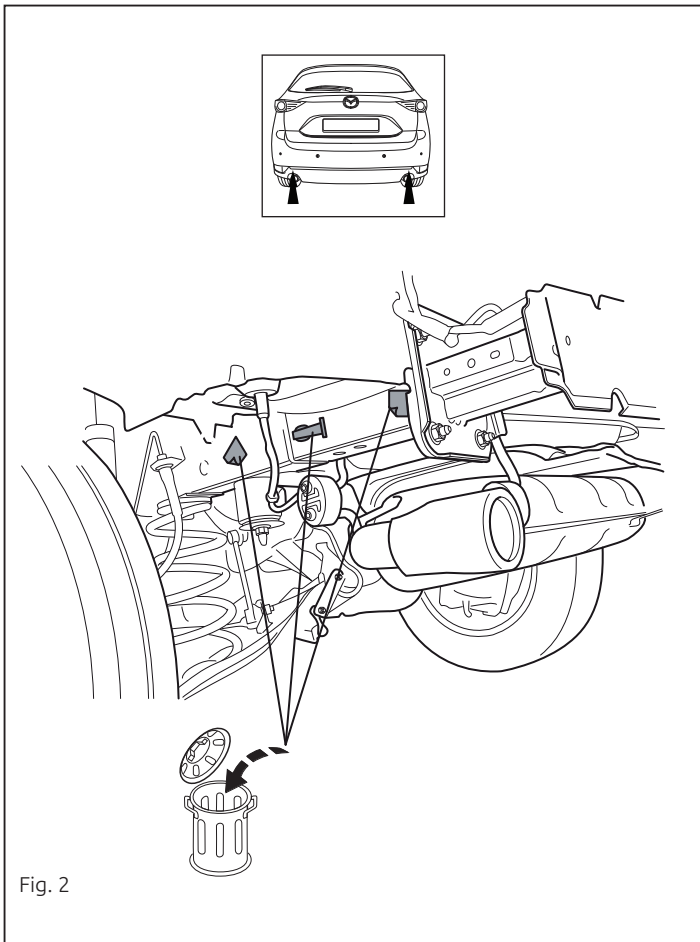

Fig. 2
2. По мере необходимости, удалить наклейки на местах крепления. См. рисунок 2.